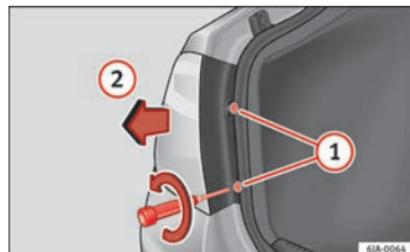

Fig. 98 Desmontar la unidad de luz trasera en la aleta.
- Con el destornillador de dotación o una llave Torx 20 (T20) desatornille (girando en sentido antihorario) y retire los dos tornillos de fijación de la zona frontal del piloto » **fig. 98 ①**, teniendo cuidado de no extraíarlos.
- Tire de la unidad de luz trasera hacia atrás (» fig. 98 ②) hasta extraer el piloto de su alojamiento.